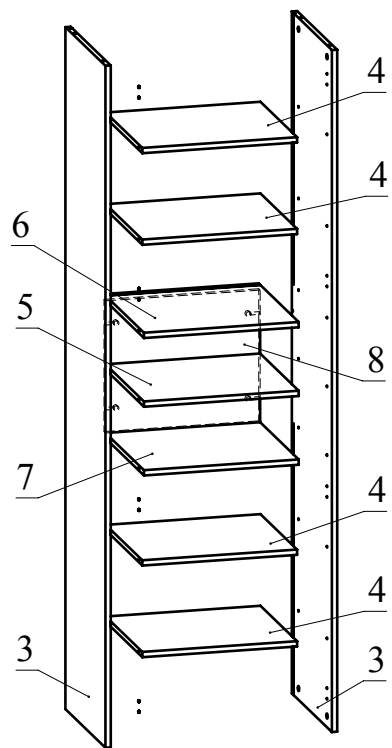

Рис.4
3. Установите детали 4, 5, 6, 7, 8 на деталь 3 (левая боковина) и зафиксируйте, повернув конфирматным ключом головки минификсов по часовой стрелке до упора (Рис. 4).
4. Установите деталь 3 (правая боковина) на детали 4, 5, 6, 7, 8 и зафиксируйте, повернув конфирматным ключом головки минификсов по часовой стрелке до упора (Рис. 4).